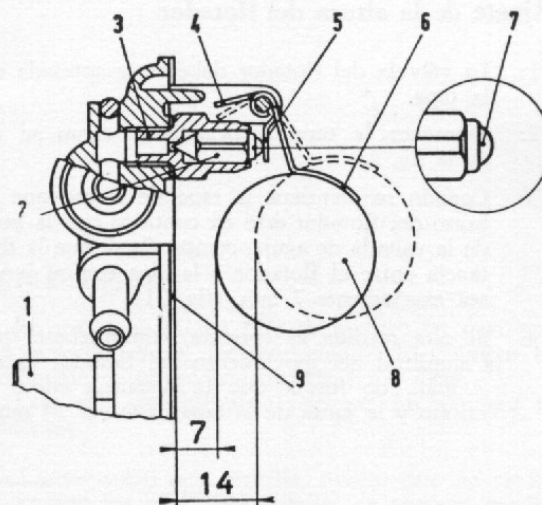

Fig. 21.—Ajuste del flotador.
- 2: Mantener la tapa verticalmente, como se ve en la fig. 21.
- 3: Cuando se mantiene la tapa de forma que el brazo del flotador esté en contacto con la bola de la válvula de aguja, compruébese que la distancia entre el flotador y la tapa con su junta sea exactamente 7 mm. (fig. 21).
- 4: Si esta medida es correcta, compruébese que la amplitud del movimiento del flotador es de 7 mm., de forma que la distancia entre el mismo y la junta de la tapa debe ser 14 mm., cuando el flotador está en posición baja. La corrección se hace doblando la aleta-tope del flotador (4 de la fig. 21).
- 5: Si la distancia entre el flotador y la tapa no es correcta, cuando el flotador está en su posición superior, se corrige doblando el brazo del flotador (6). El brazo del flotador (5) debe estar perpendicularmente a la dirección del movimiento de la válvula de aguja. El flotador debe poder moverse libremente en su charnela.